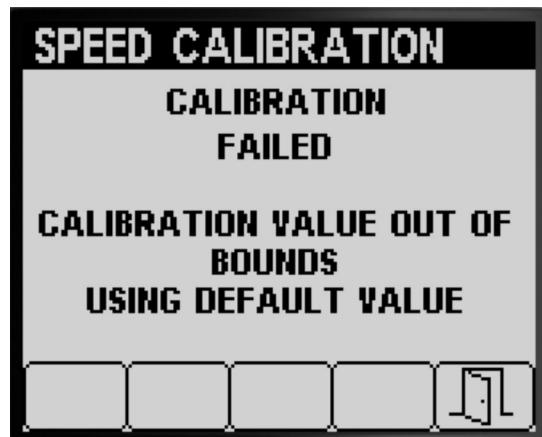

Figura 69
- Surge uma mensagem a indicar que a calibração da velocidade não foi conseguida (Figura 69).
Nota: Se o valor da calibração estiver fora dos limites (Figura 69), contacte a assistência técnica autorizada Toro; caso contrário, reveja a mensagem de erro e repita os passos da calibração em Preparação da calibração de velocidade (página 24), e Efetuação da calibração da velocidade (página 25).
5. Prima o botão 5 para sair do ecrã Calibração da velocidade (Figura 68 ou Figura 69).